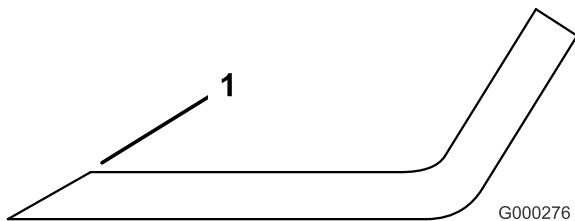

図 79
1. ブレードは、左右の刃先をやすりで磨く(図 79)。刃先の角度を変えないように注意すること。左右と同じだけ削るようにすればバランスが狂わない。